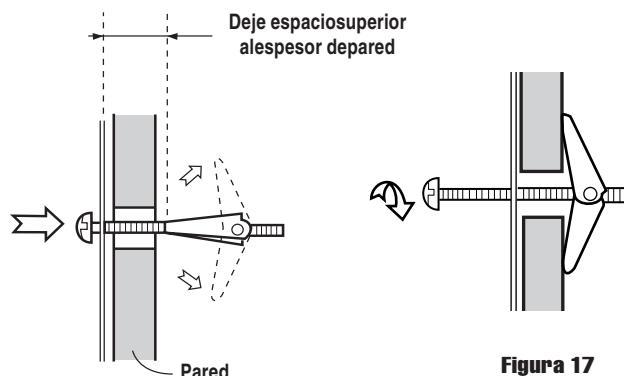

Figura 16
3. Coloque la Placa de Montaje con los Pernos de Anclaje sujetados, en el sitio de pared e inserte los Pernos y Tuerca de Anclaje a través de los orificios en la pared con las Tuerca de Anclaje cerradas. Vea la Figura 16. Utilice Tornillos para Madera.